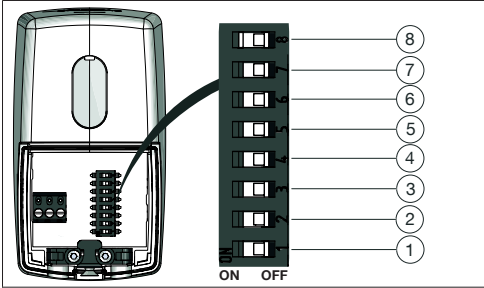

Abb. 4: DIP-Schalter
-  Nach der erneuten Montage wird ein Initialisierungslauf nun ausgelöst, wenn einer der DIP-Schalter 1 bis 6 (siehe Abb. 4) verstellt wird, nachdem die Spannungsversorgung hergestellt wurde. Der Initialisierungslauf wird jedoch auch nach einer Neukonfiguration nicht ausgelöst, wenn sich der Stellantrieb bereits in der unteren Hub-Position befindet.